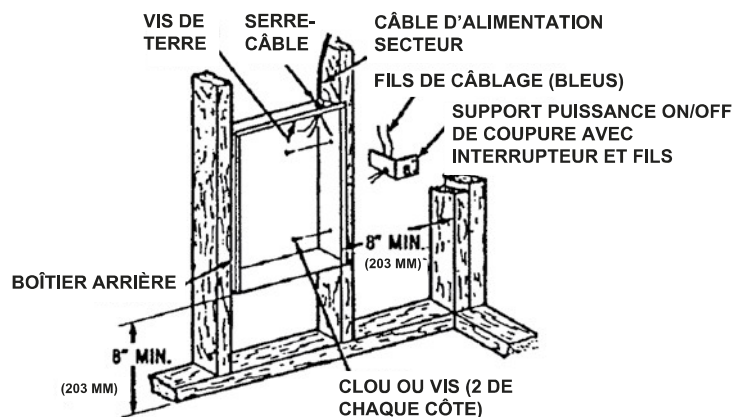

Fig. 1: Positionnement du boîtier arrière dans une construction neuve
1. Montage du boîtier arrière (Voir la Figure 1).
- c. Fixez le boîtier arrière en place avec des vis à bois ou des clous comme c'est montré en Figure 1.
2. Câblage de l'alimentation électrique (Voir la Figure 1).